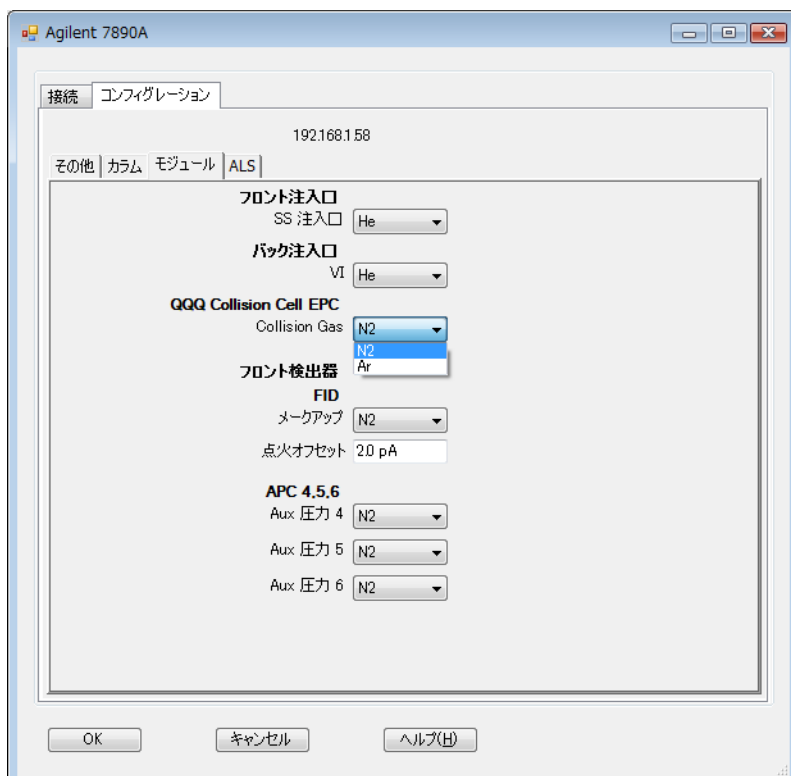

図 11 コリジョンセルガスのコンフィグレーション
- 2 [モジュール] タブを選択して画面を開きます。図 11 を参照してください。